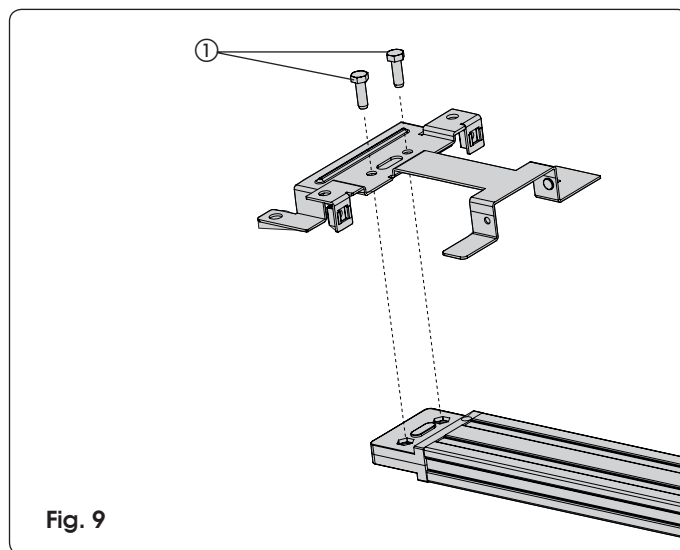

Fig. 9
Assembleer, alvorens de geleiderail aan het plafond te bevestigen, de bevestiging aan de achterkant, monteer hem in de speciale uitsparing in de aandrikkoppelingsgroep en draai de schroeven vast zoals aangeduid in Fig. 9 ref. ①.